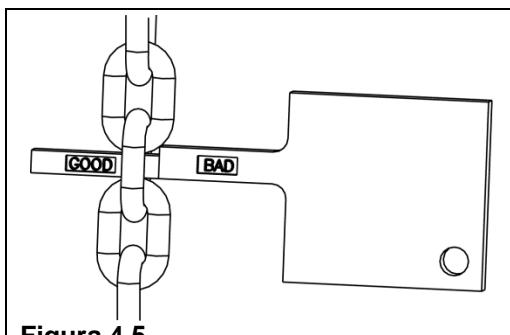

Figura 4.5
Paso 1. Siguiendo las instrucciones de *Inspección rápida del calibre de la cadena*, ponga la cadena bajo tensión y examine cada eslabón. Si el eslabón se encuentra en la parte "INCORRECTA" (BAD) del calibre, reemplace la cadena. (Ver Figura 4.5)